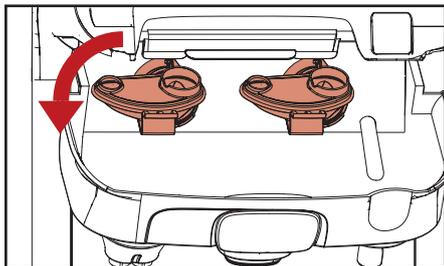

Fig. 5.10 - Remover recipientes de mistura
- b. Rode o recipiente no sentido anti-horário para libertar e puxe para as remover (fig. 5.10).